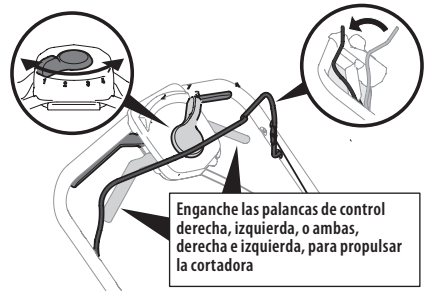

Figura 30
- Una vez que el motor esté funcionando y mientras sigue oprimiendo el control de la cuchilla, apriete cualquiera de los controles de la transmisión (o ambos) contra la manija superior para impulsar la cortadora (Figura 30).